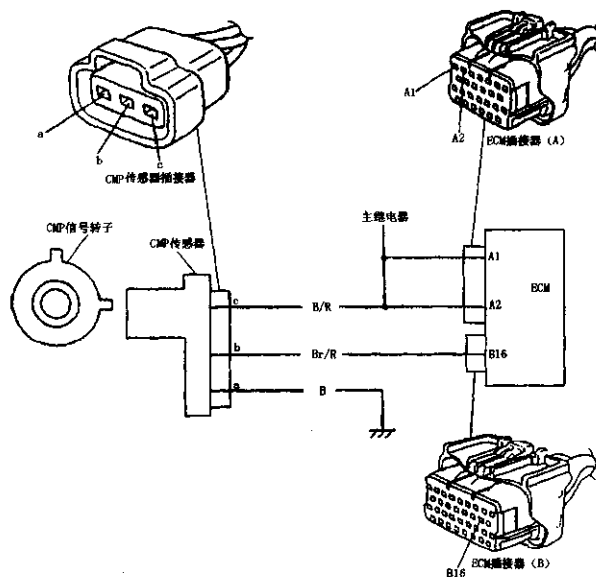

图 2-86 凸轮轴位置传感器信号电路
- (5) 凸轮轴位置传感器信号电路图,如图 2-86 所示。
- ① 检查时,关闭点火开关,拆下凸轮轴位置传感器插接件。
- ② 打开点火开关,不启动发动机。
- ③ 测量凸轮轴位置传感器插接器孔“c”与“a”之间的电压应在 10 ~ 14V。
- ④ 测量凸轮轴位置传感器插接器孔“b”与地之间的电压应在 4 ~ 5V。